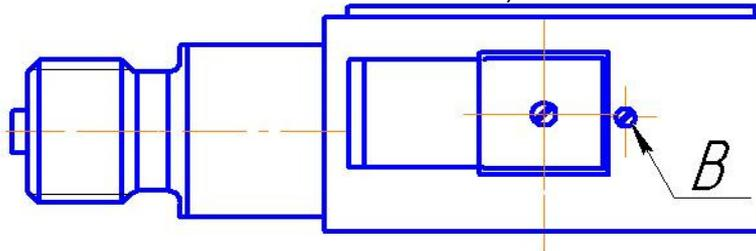

Рис.6. Вид датчика с разъемом, где В – винт.
- при необходимости произвести корректировку сдвига (нуля) при отсутствии измеряемого параметра. При необходимости произвести корректировку сдвига (нуля) при отсутствии измеряемого параметра. Открутить винт (см. рис.6), расположенный над разъемом и удерживать кнопку в нажатом состоянии от 1 до 3 секунд. При отпускании происходит обнуление, если значение давления на индикаторе не превышает  $\pm 5\%$  от диапазона измерения.
При нажатии на кнопку (см. рис.6) от 1 до 3 сек и дальнейшем отжатии кнопки – происходит обнуление датчика (корректировка нуля возможна, если значение давления на индикаторе не превышает  $\pm 5\%$  от диапазона измерения). При нажатии на кнопку от 3 до 5 сек – на ЖКИ выводится текущий предел измерения. Для возврата прибора в рабочий режим необходимо отпустить кнопку.